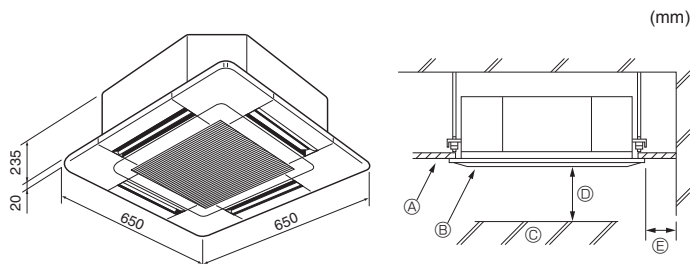

Fig. 3-1
3.1. Sezione interna (Fig. 3-1)